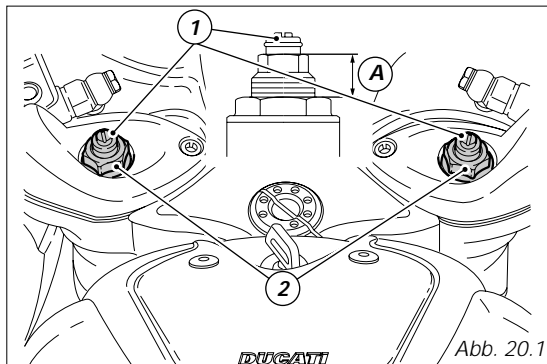

Abb. 20.1
- 1) (Abb. 20.1) zur Änderung der hydraulischen Dämpfung in der Zugstufe;
- 2) (Abb. 20.1) zur Änderung der Vorspannung der innen liegenden Federn;
Die Höhe an die Vorspannung gebundene Höhe A (Abb. 20.1) kann zwischen 25 und 10 mm variieren.